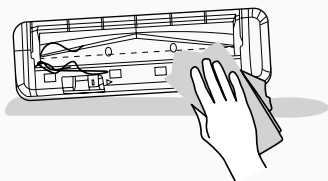

Fig. 13
4. Utilice el paño seco para eliminar cualquier enredo del agitador y la suciedad de las cerdas. No pierda el manguito de goma del rodamiento de bolas. [Fig. 13]